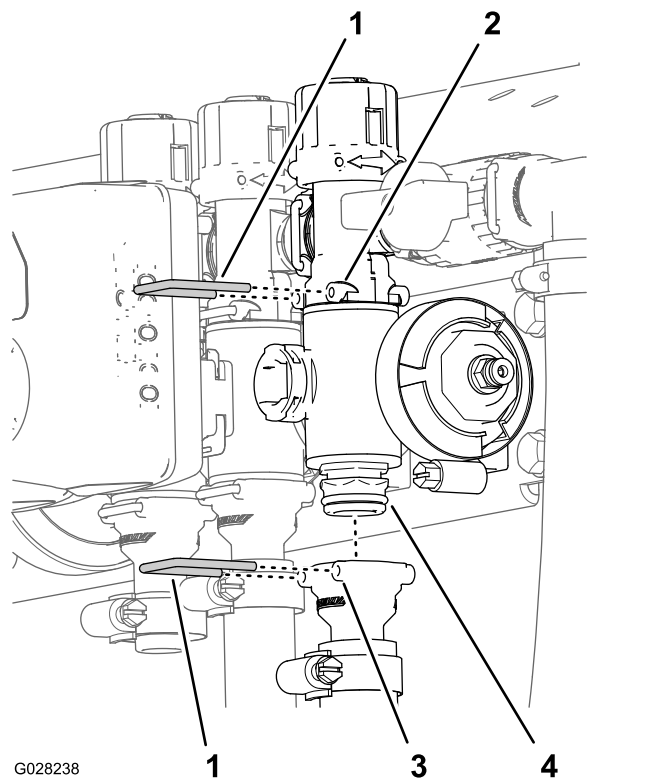

図 95
2. 出口フィッティングを個別ブームバルブ用マニホルドに固定しているリターナ、およびバルブマニホルドをバイパスフィッティングに固定しているリターナを外す 図 95。